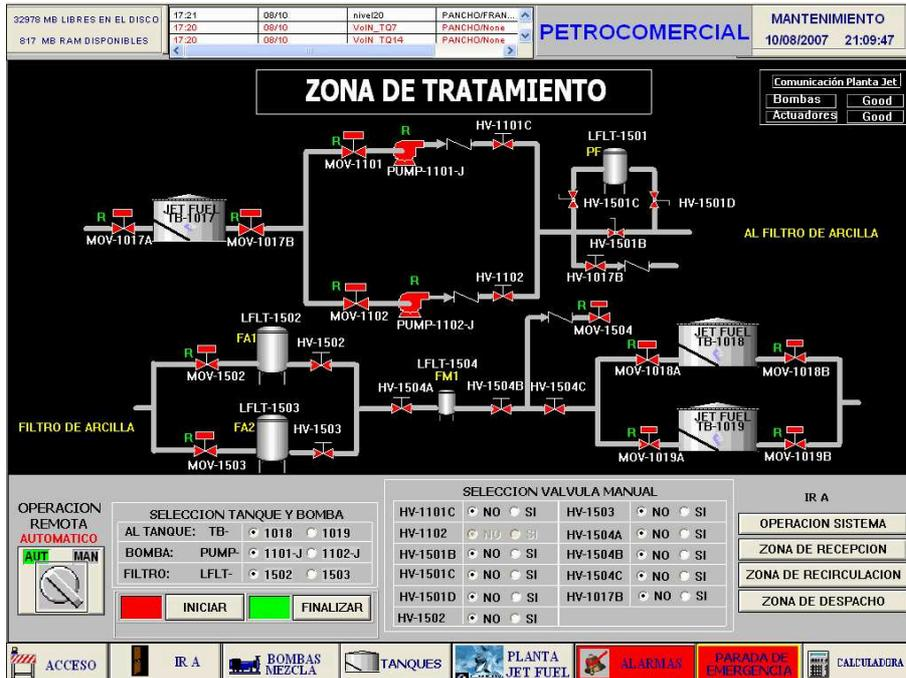

Figura 6.33. Operación remota automática de la pantalla Zona de Tratamiento
**Cuando el selector de dos posiciones “OPERACION REMOTA” está en automático los Radio Button Group de la “SELECCIÓN TANQUE Y BOMBA” se habilitan en las pantallas “Zona de Recepción”, “Zona de tratamiento”, “Zona de Despacho” y “Zona de Recirculación” y los botones “INICIAR” y “FINALIZAR”. En esta operación no es necesario abrir o cerrar los actuadores desde la botonera de la pantalla “CONTROL VALVULA”, el programa se encarga abrir o cerrar los actuadores según la “SELECCIÓN TANQUE Y BOMBA”, de igual forma sucede con las bombas, como se muestra en la figura 6.33. Paras las cuatro zonas de la Planta Jet Fuel se tiene que hacer lo mismo para una operación remota automática.**